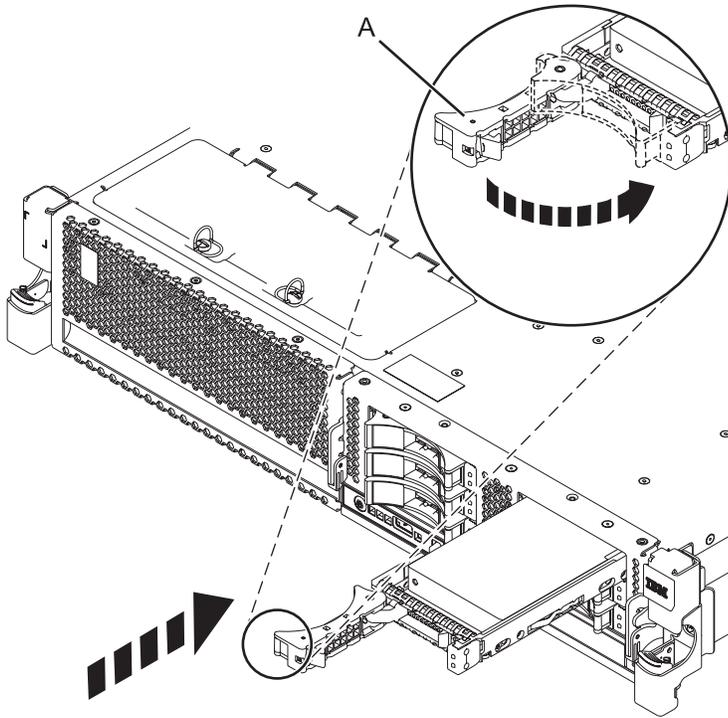

Figura 51. Instalación de una unidad de disco en el sistema
6. Cuando el LED de identificación se encienda de manera fija, deslice la unidad hasta el fondo del sistema o de una unidad de expansión y empuje hacia adentro el asa de la unidad (**A**) hasta que quede encajada, como se muestra en Figura 51 en la página 84.